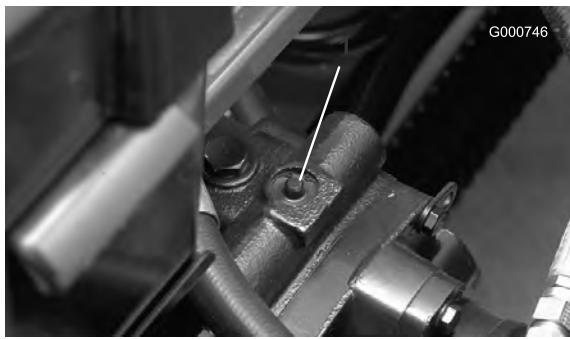

図 39
1. バイパス・バルブは可変吐出ポンプ (図 39) の上部に取り付けられている。バルブを右または左に90° 回転させると内部でバイパスが形成される。これにより、トランスミッションを破損することなく、機械を押して低速で移動できるようになる。